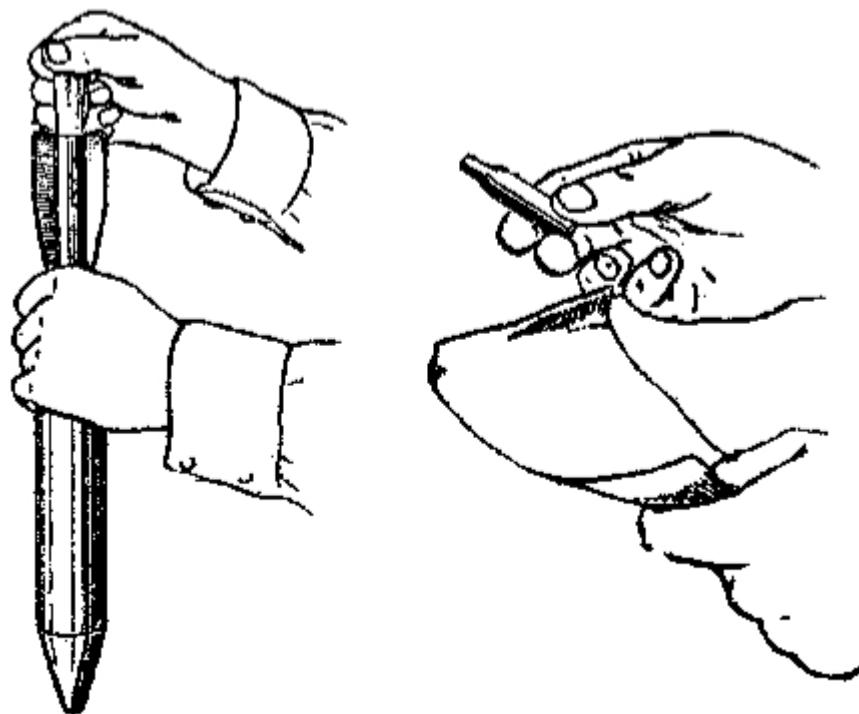

Рис. 8. Вынимание из стабилизатора охолощенного патрона
- г) вынуть из стабилизатора гранаты завернутый в бумагу охолощенный (без пули) патрон и снять с него бумагу (рис. 8).